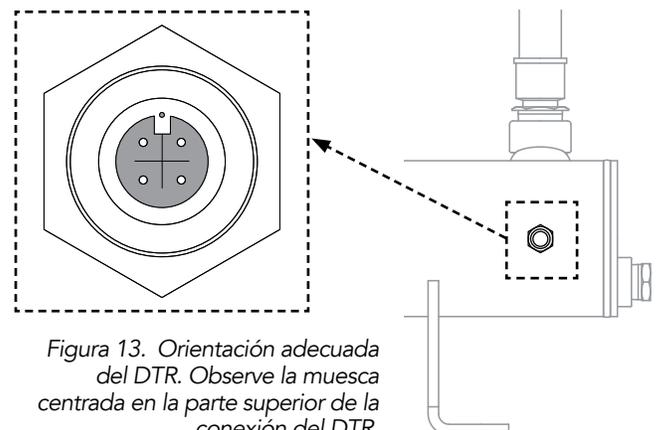

Figura 13. Orientación adecuada del DTR. Observe la muesca centrada en la parte superior de la conexión del DTR.
5. Atornille de nuevo el DTR al tanque. Cuando lo ajuste, asegúrese de que el tapón quede alineado con la muesca hacia la parte superior del tanque. Consulte la Figura 13.